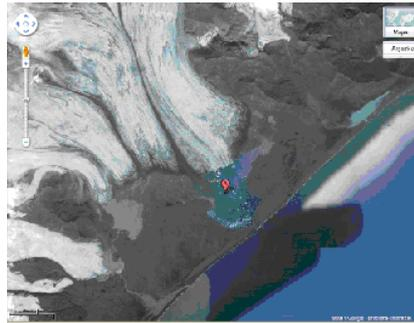

Figura 16. Vista del lago glaciar Jökulsárlón (Google Maps, 2011)
1.2. Islandia es la segunda isla más grande de Europa tras Reino Unido y se encuentra rodeada de agua de mar. Además, casi un 3 % de la superficie de Islandia está cubierta por agua, frente a un 1 % de la superficie de España. En Islandia gran parte de las reservas de agua dulce en estado líquido se encuentran en lagos glaciares, es decir, lagos que ocupan una depresión formada por la erosión de glaciar. En la figura 16 se muestra la vista del lago glaciar Jökulsárlón, el más grande de Islandia y que, además, tiene salida al mar: